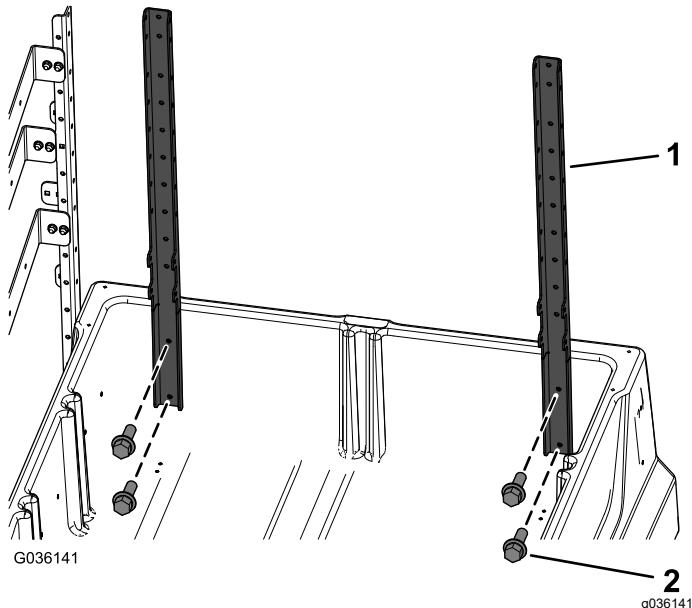

Figure 4
3. Fixez légèrement les 2 supports verticaux avant du cadre à l'intérieur du plateau de chargement à l'aide de 4 vis à tête hexagonale (1/4" x 3/4"), comme montré à la Figure 4.